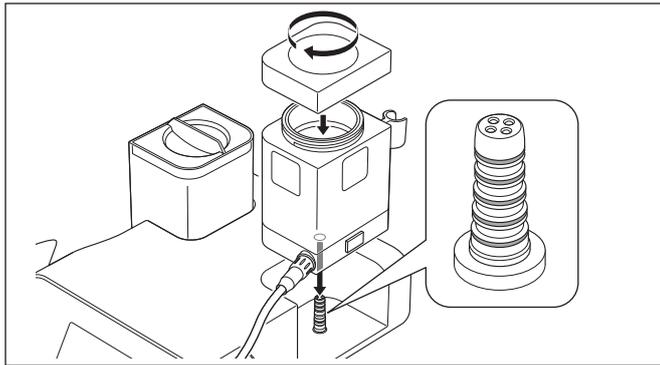
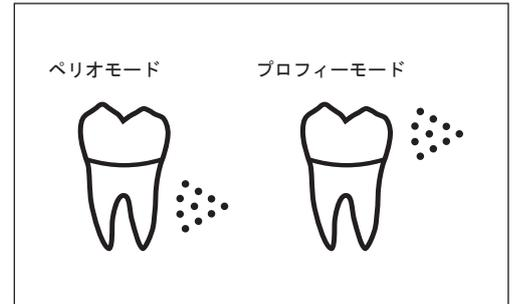

図27
図28
2) チャンバーにぴったり合うようにチャンバー用ふたをしっかりと閉め、コントロールユニットにまっすぐ挿し込みます（図27）。パワーモード表示には装着されたチャンバーの種類がアイコンで表示されます（図28）。
- チャンバーをコントロールユニットに挿し込む前に、チャンバー接続部のOリングが損傷、切れていないか確認してください（図27）。作動不良や故障の原因になります。